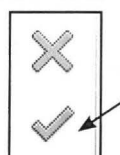

Fig. 09.163.
- Klik derefter på *Finish Edit Mode* (Fig. 09.163).